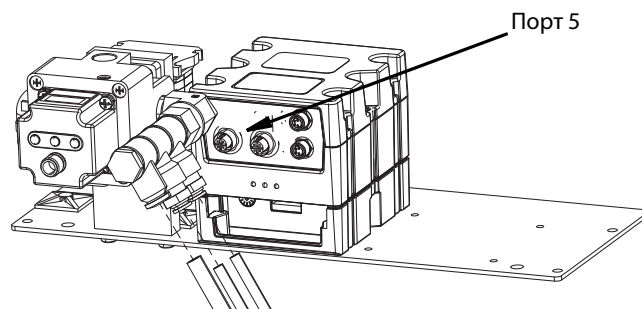

Рис. 9
4. Отсоедините разъем от порта 5 на FCM 1. См. Рис. 9.